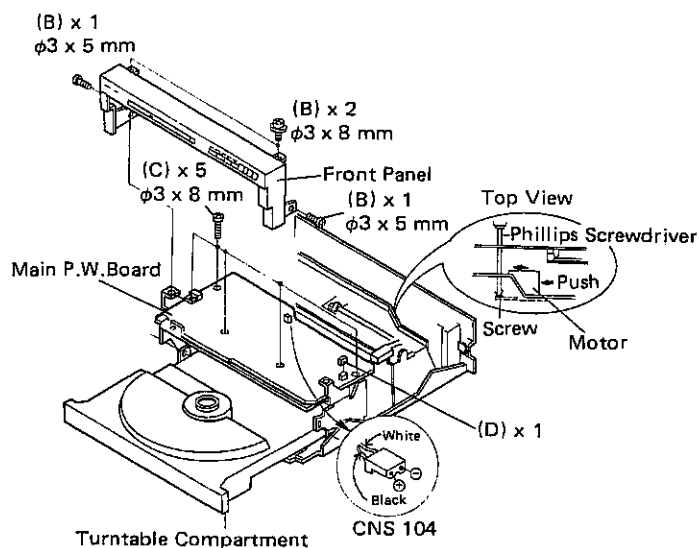

Figure 4-2
- Loosen the screw at the loading motor by using a Phillips screwdriver at the rear of the unit and then shift the motor so that the turntable compartment can be opened manually. See Fig. 4-2.
- Apply DC 10V to the socket CNS104 so that the tonearm is moved forward. See Fig. 4-2.
- Die Schraube des Antriebsmotors vom Lademotors an der Geräterückseite mit einem Kreuzschlitzschraubenzieher lockern und den Motor so drehen, daß das Schallplattenfach von Hand geöffnet werden kann. (Siehe Abb. 4-2).
- Der Buchse CNS104 10 V Gleichspannung zuführen, so daß der Tonarm nach vorne bewegt wird. (Siehe Abb. 4-2).
- Pour l'ouvrir à la main, déplacer le moteur en dévissant celui-ci avec un tournevis cruciforme. Voir la Fig. 4-2.
- Appliquer le courant continu de 10 V à la douille CNS104. Voir la Fig. 4-2.